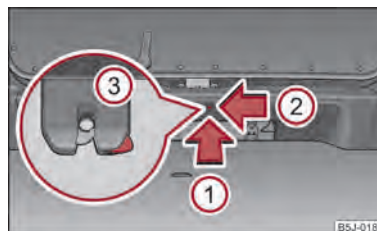

Fig. 16 Sbloccaggio di emergenza del portellone bagagliaio
- Introdurre un cacciavite o un attrezzo simile nell'apertura del rivestimento nel senso indicato dalla freccia ① ⇒ fig. 16 fino all'arresto.
- Sbloccare la serratura ③ sotto il rivestimento nel senso indicato dalla freccia ②.